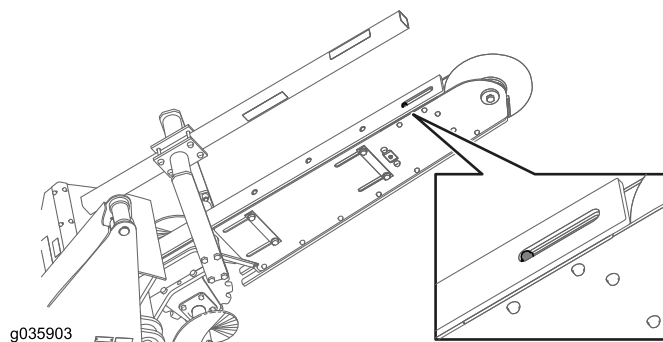

Figura 35
- 5 pernos para la espada larga (Figura 35)